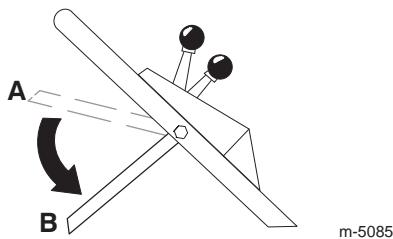

Bild 13
10. Lassen Sie die Steuerstange los (siehe Stellung B in Bild 13). Jetzt müssen Sie einen lauten „Knall“ hören. Das Messer muss innerhalb von drei Sekunden zum Stillstand kommen.
2. Bewegen Sie die Steuerstange in ihre niedrigste Stellung (B in Bild 13).